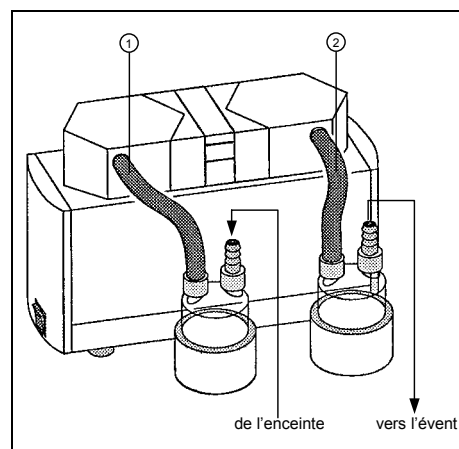

Fig. 7 : Raccordement système SR... (pompes à deux têtes)
- ❶ Glisser les supports des pièges à liquide dans la rainure de la plaque de base.
- ❷ Fixer le support en serrant la vis de fixation située au fond du support.
- ❸ Installer les pièges à liquide dans leurs supports.
- ❹ Raccorder les flacons suivant la figure 7. Pour le raccordement des pompes à une tête, ou en version Aluminium (reconnaisable à la lettre « A » de la référence), prière de contacter KNF. Choisir les matériaux des tuyaux en fonction des gaz véhiculés.